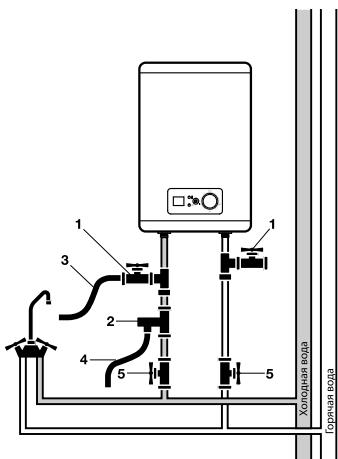
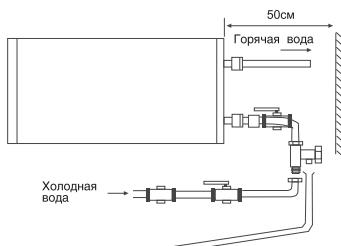

Рис. 4
Рис. 5
При подключении к системе водоснабжения необходимо предусмотреть и реализовать установку индивидуальных запорных вентилей (позиция № 5 на рис. 4) на линии подачи холодной воды в водонагреватель
Для упрощения процесса слива воды из водонагревателя рекомендуется на входе и выходе воды из водонагревателя установить тройники (позиция 1 на рис. 4).
Для подключения водонагревателя к водопроводу применяются трубы диаметром G1/2. Подключение обратного предохранительного клапана (позиция 2 на рис. 4): клапан следует устанавливать в месте входа холодной воды (удостоверьтесь, что гибкая сливная трубка (позиция 4 на рис. 4) установлена, на отверстие спуска давления и слива воды и направлена вниз в специальный дренаж для удаления воды). Во избежание протечек при подключении трубопровода на концы резьбовых соединений следует установить комплектные резиновые уплотнительные прокладки. Установка водонагревателей серии Majog LZR 3 существенно облегчается возможностью установить их как вертикально, так и горизонтально в любом месте вашего дома, в отапливаемом (!) помещении. Желательно установить водонагреватель как можно ближе к месту использования горячей воды, поскольку чем меньше длина труб, тем меньше потери тепла. Как показано на рис. 5, при горизонтальной установке водонагревателя трубы подводки должны быть расположены справа.
- Присоедините дренажный шланг (позиция 3 на рис. 4) к запорному крану на тройнике на входе холодной воды в водонагреватель и направьте его в канализацию, либо в место слива воды. Откройте запорный кран и дождитесь полного слива воды.